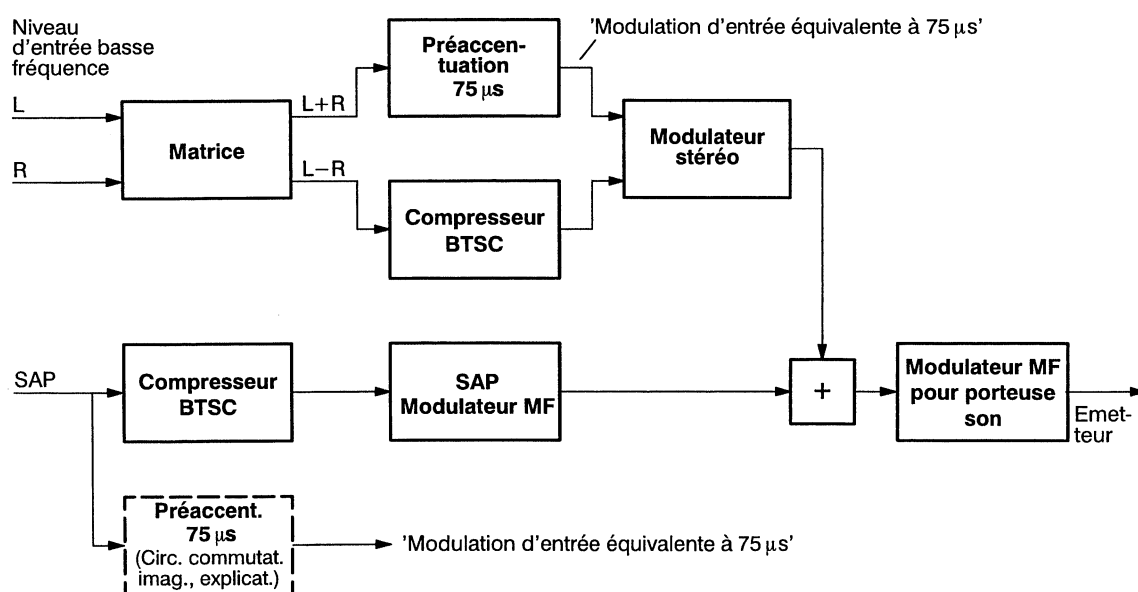

Fig. 2 Schéma de couplage simplifié d'un émetteur BTSC
Le spectre de la bande de base BTSC à bande large est transmis par modulation de fréquence sur la porteuse son (4,5 MHz). Compte tenu de la caractéristique de bruits parasites typique des systèmes de transmission MF, le niveau de bruit augmente avec la fréquence de modulation. Afin d'améliorer le rapport signal/bruit pour le signal différentiel L–R et pour le deuxième signal son (SAP), les deux canaux sont codés par un compresseur BTSC, voir figure 2.
La figure 2 présente un schéma de couplage simplifié d'un émetteur BTSC. Vous trouverez des indications relatives aux normes de modulation BTSC et aux déviations crêtes maximales autorisées à la page suivante.
- Le niveau d'entrée du son maximal admis pour 100 % de modulation (100 % \triangleq 0 dB) dépend de la fréquence en raison de la préaccentuation de 75 μ s, voir figure 2.
Elle sert de référence et détermine le niveau de modulation que l'on obtient pour un signal mono équivalent généré par une préaccentuation de 75 μ s, voir figure 2.